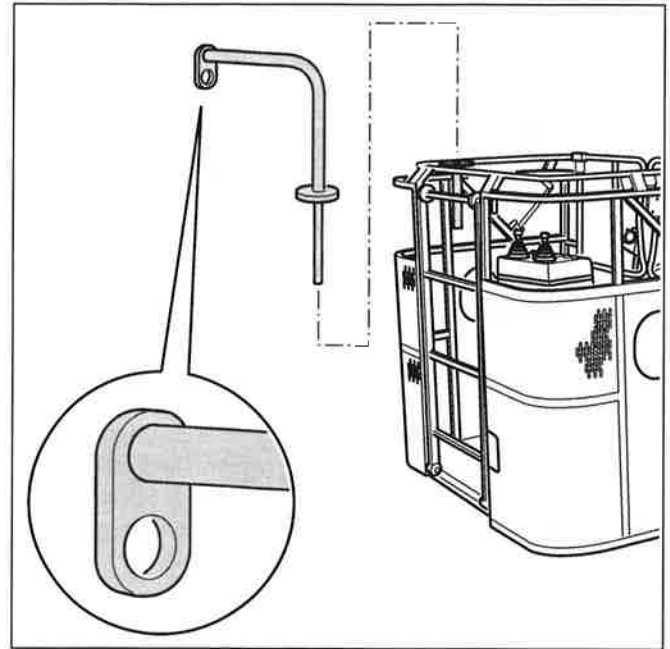

Abb. 94/1 Haltebügel in Mehrzweckaufnahme stecken
- Haltebügel in die Mehrzweck-Aufnahme stecken (Abb. 94/1) und einrasten.
- Abseilgerät mit dem Karabiner an der Öse des Haltebügels einhängen (Abb. 94/1).